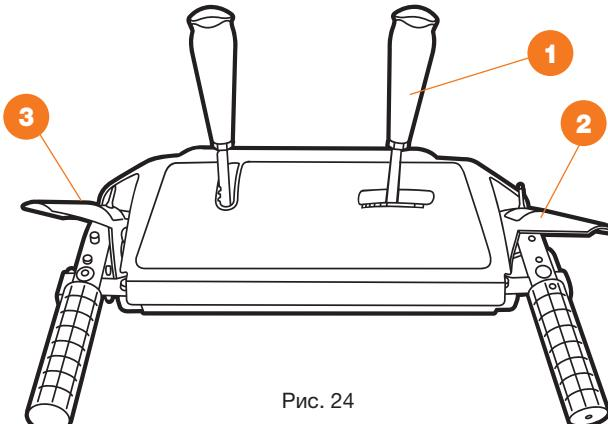

Рис. 24
- Установите требуемую рабочую скорость движения переключением передачи на панели управления. Перемещая рычаг выбора скорости 1, установите его в одно из четырех положений **ВПЕРЕД** или в положение **НАЗАД** (Рис. 24).
- Нажмите на рычаг включения вращения шнека **2** и шнеки начнут вращаться. При отпускании рычага шнеки остановятся (Рис. 24).
- Нажмите на рычаг включения привода колес **3** и снегоуборщик начнет движение. При отпусканье рычага снегоуборщик остановится (Рис. 24).
- При одновременном нажатии рычага включения вращения шнека **2** и рычага включения привода колес **3**, рычаг **3** можно отпустить, при этом движение снегоуборщика и вращение шнеков продолжится. Таким образом, не останавливая процесс уборки, вы можете свободной рукой отрегулировать направление и дальность выброса или включить фару (Рис. 24).
- Для остановки снегоуборщика отпустите рычаг включения привода хода **2** и привод колес, вращение шнека автоматически выключается (Рис. 24).
- При отпущенном рычаге включения вращения шнека ② (в верхнем положении), трос привода должен иметь небольшое ослабление. Он не должен быть сильно натянут (Рис. 24).
- Находясь в положении оператора (за снегоуборщиком) включите шнек, нажав на рычаг включения вращения шнека ② (Рис. 24).
- Оставьте шнек в рабочем состоянии примерно на 10 секунд, после чего отпустите рычаг включения вращения шнека ② (Рис. 24). Повторите эту процедуру несколько раз.
- При включенном двигателе и установленной в верхнее положение рычага включения шнеков ②, подойдите к снегоуборщику со стороны ковша (Рис. 24).